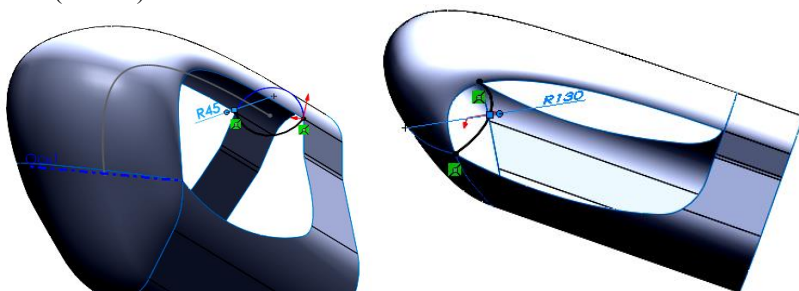
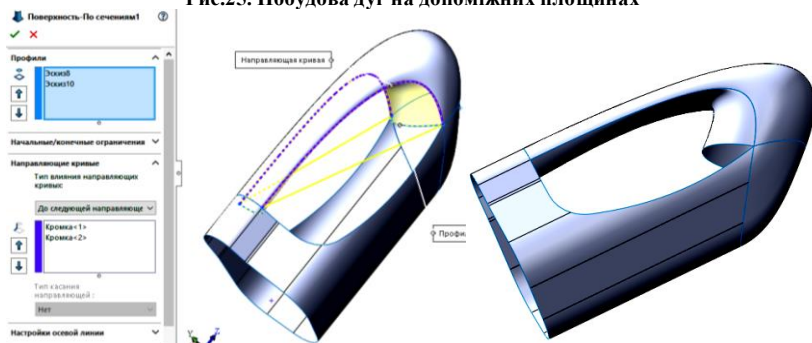

Рис.25. Побудова дуг на допоміжних площинах
Рис.26. Виконання операції *Поверхня По перерізах* і результат
11. На площині 2 будемо дугу радіусом 45мм, на площині 3 – дугу радіусом 130мм (Рис.25). Застосовуємо інструмент *Поверхня по перерізах*, у відповідному вікні вказуємо дуги та в якості напрямних – дві бокових кромки (Рис.26).